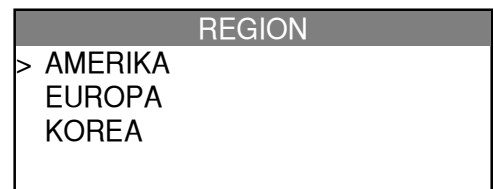

Abb. 3
- Beim ersten Starten oder nach einem Zurücksetzen auf die Werkseinstellungen wird die geografische Zone abgefragt, siehe Abb. 3.